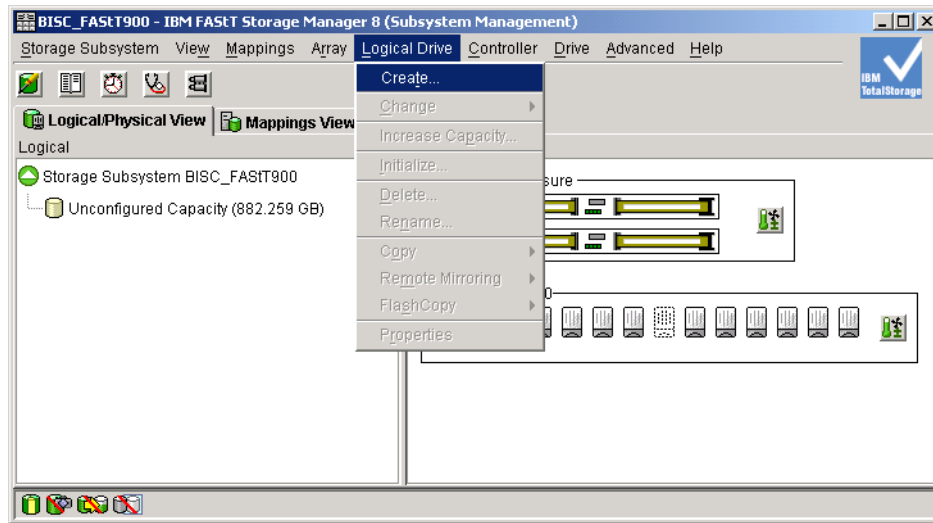

図7-47 論理ドライブの作成
3. 図 7-47 のようなウィンドウが開きます。「Logical Drive」→「Create」を選択して、論理ドライブを作成します。